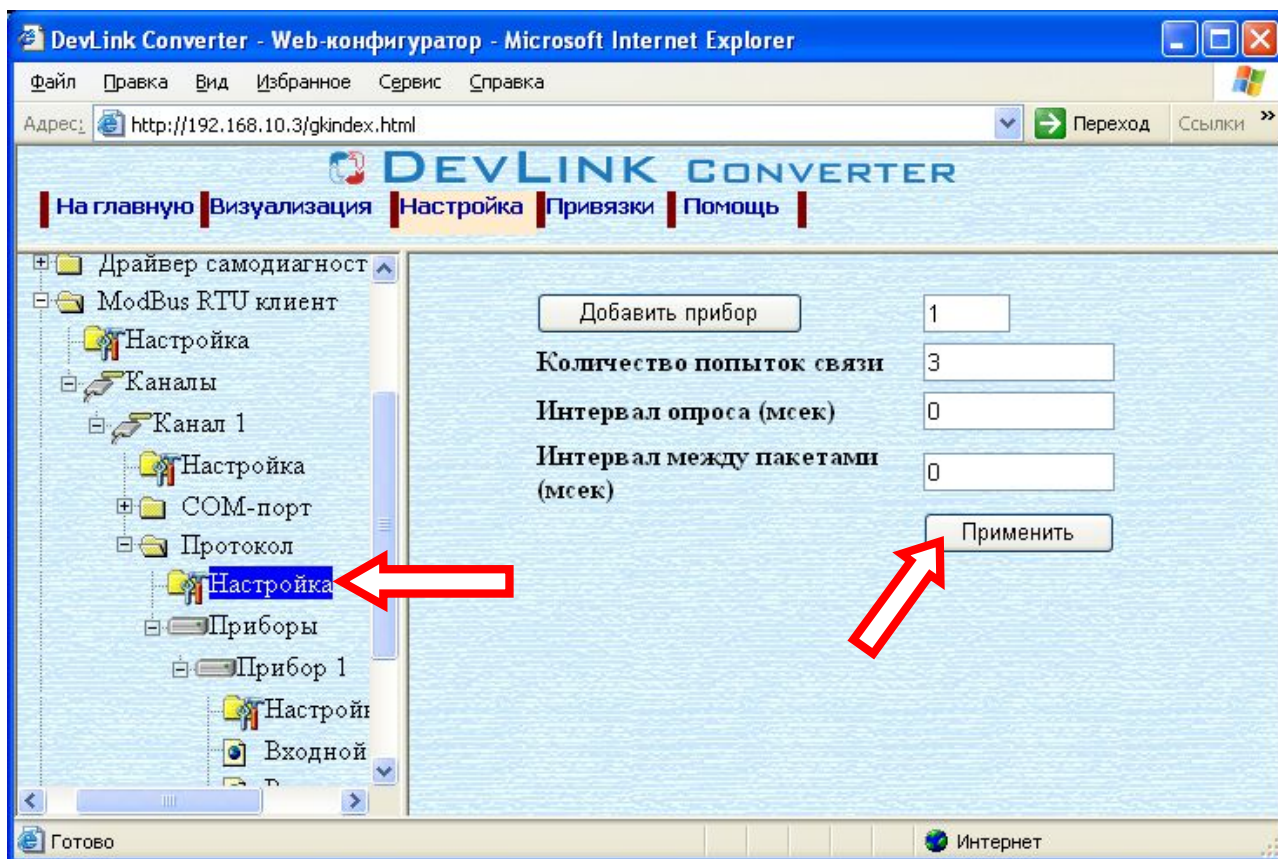

Рисунок 3.10 – Настройка уровня протокола
- Выберите в дереве объектов папку «Настройка» в ветке «Протокол» (рисунок 3.10).
- Задайте необходимые настройки и для их применения нажмите кнопку «Применить» (рисунок 3.10).